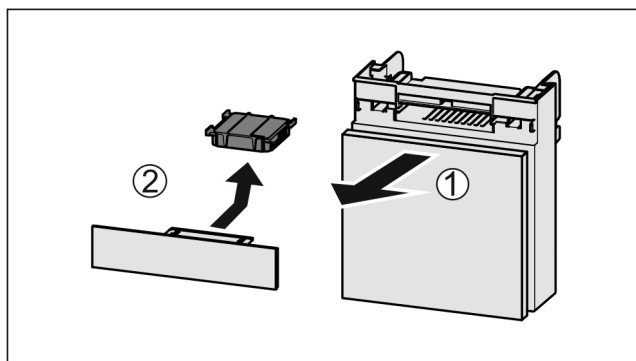

Fig. 225
- ▶ Потягніть Fig. 225 (1) відділення вперед.
- ▶ Витягнути Fig. 225 (2) фільтр з активованого вугілля.